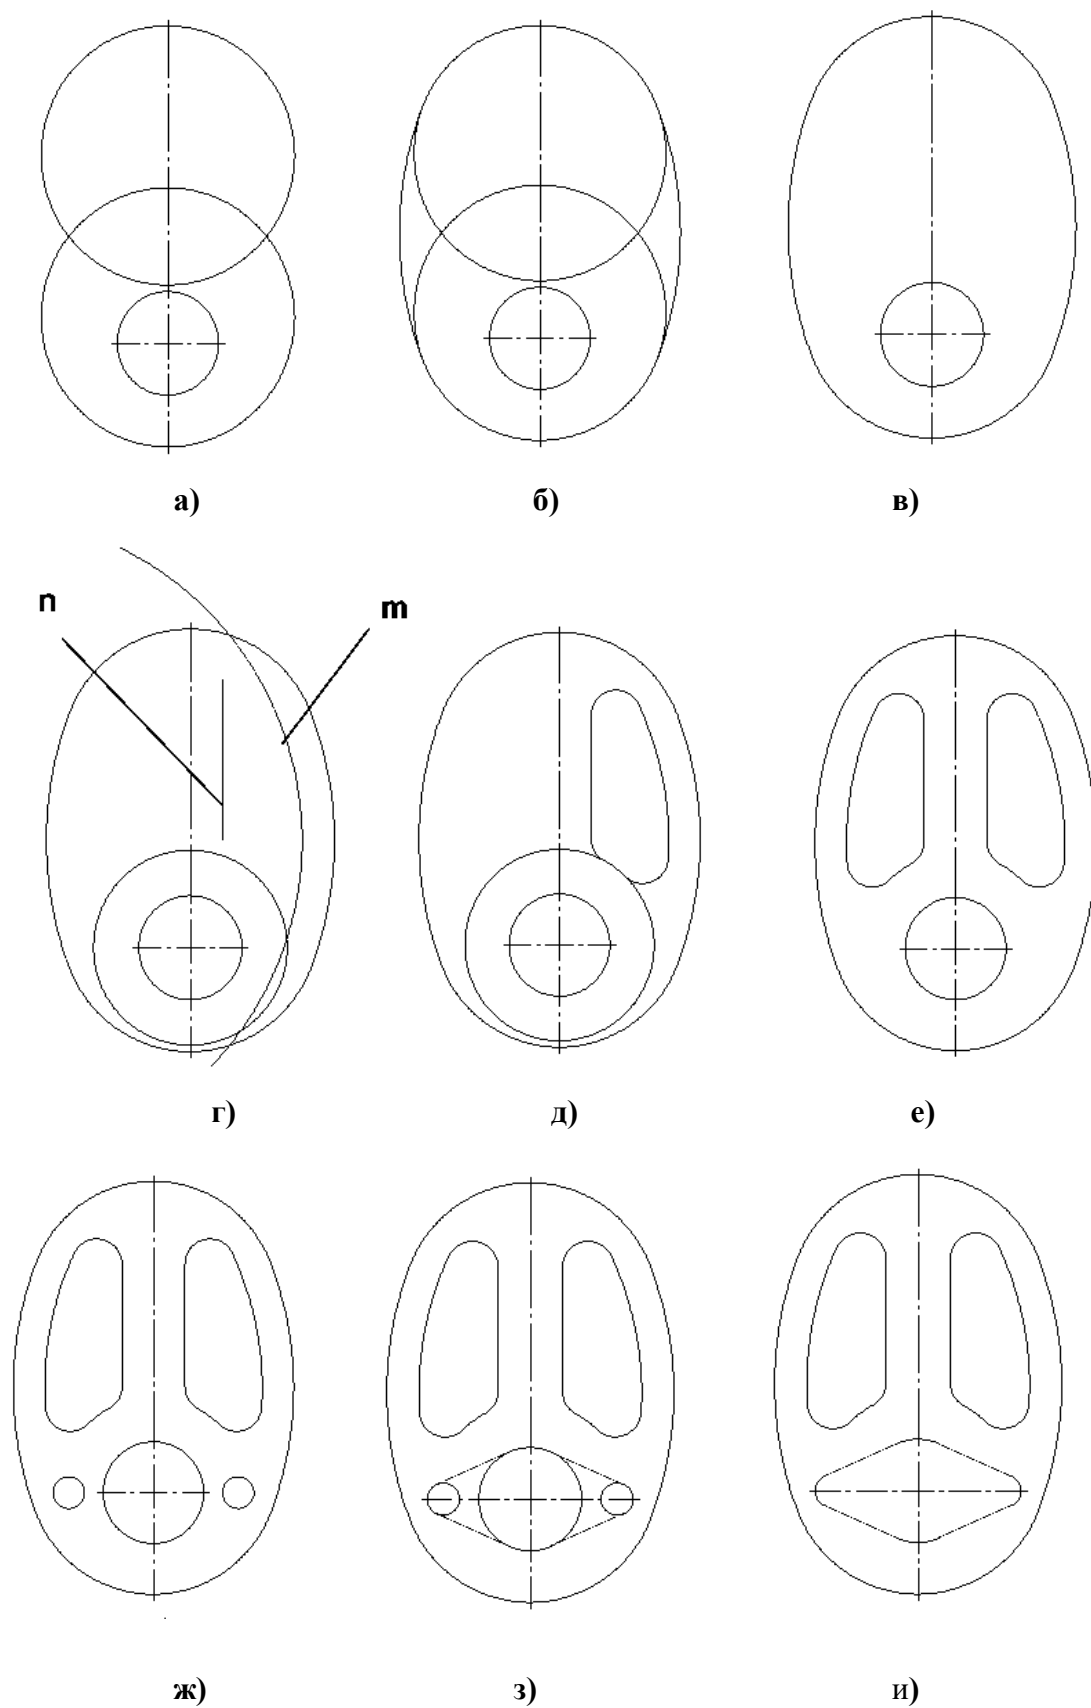

Рисунок 2.12 - Последовательность выполнения лабораторной работы
2. Изобразить осевые линии (рис.2.12а). Для этого необходимо:
изобразить осевые линии (рис. 2.12а). При формировании изображений осевых ли-
3. Изобразить заданные окружности (рис. 2.12а). Для точного указания точек использовать объектную привязку **Пересечение**. Для этого щелкнуть на кнопке
4. Построить окружности, касательные к заданным окружностям (рис. 2.12б).
кривую панели **Редактирования** (рис. 2.12 в) (см. п. 4.1.7);
6. Построить дугу окружности **m** на заданном удалении от внешне го контура и прямую **n**, параллельную вертикальной оси симметрии (рис. 2.12 г). Использовать
7. Построить сопряжения между прямой **n** и дугой окружности **m**. Для построения сопряжений использовать команду  – **Скругление** (рис. 2.12 д, ж) (см. п. 2.2.3);
8. Построить окружности и касательные к ним. Для построения касательных использовать опцию  – **Отрезок, касательный к двум кривым** (рис. 2.12з, и) (см. п 2.2.1);
9. Удалить ненужные части окружности с использованием команды  – **Усечь кривую** (рис. 2.12и);
10. Установить точность размерных надписей – число знаков после запятой 0 (рис. 2.12) (см. п 2.1.2). Выполнить изображения размеров;